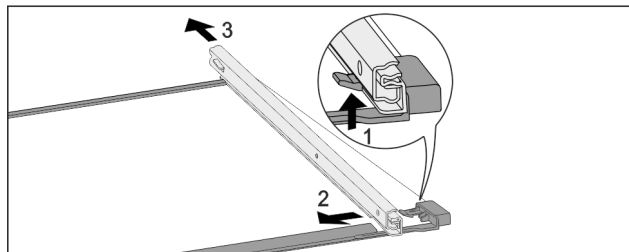

Fig. 81 Ripiano in vetro con guide
- ▶ Premere il gancio di fermo anteriore verso l'alto. Fig. 81 (1)
- ▶ Far scorrere la guida estraibile di lato Fig. 81 (2) e verso il lato posteriore Fig. 81 (3).